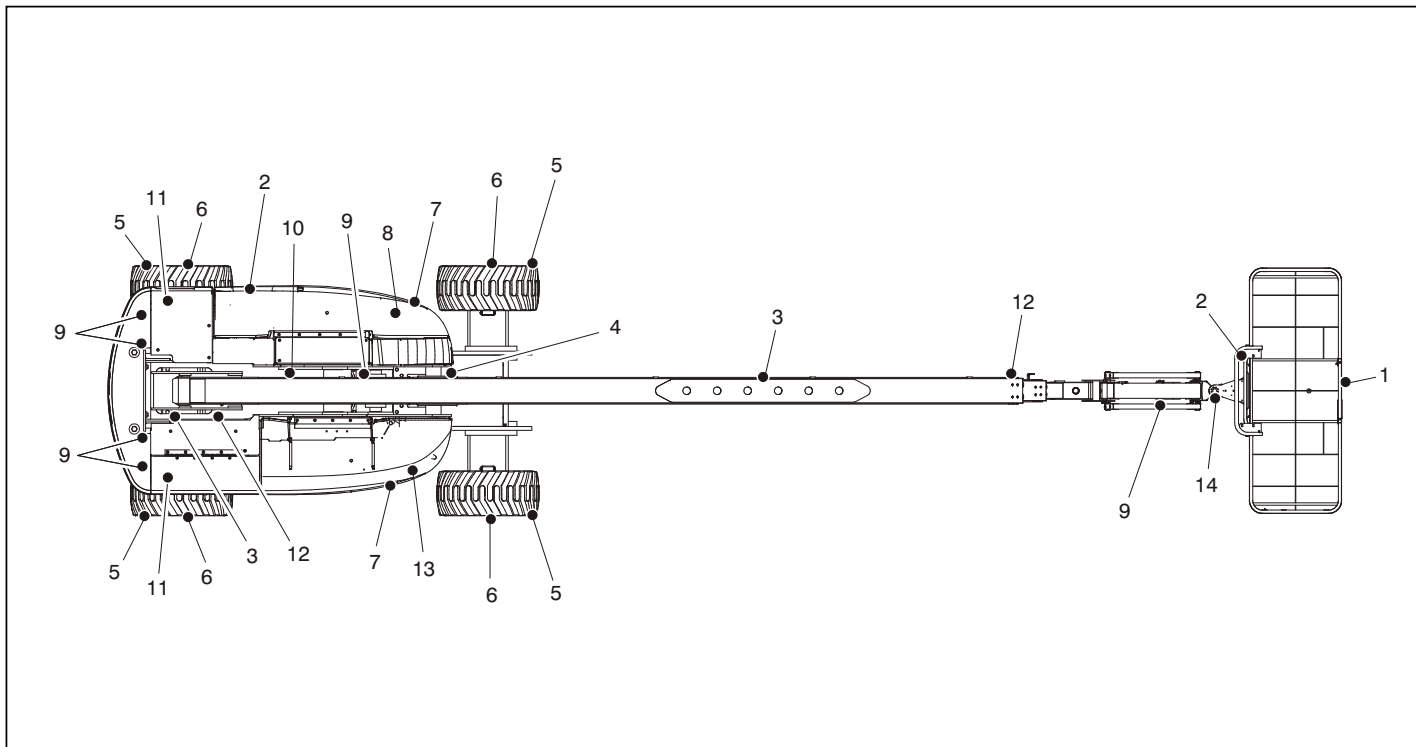

Figura 2-3. Inspección visual diaria - Hoja 1 de 2
5. **“Inspección visual”** – Consultar la Figura 2-3. y la Figura 2-4.